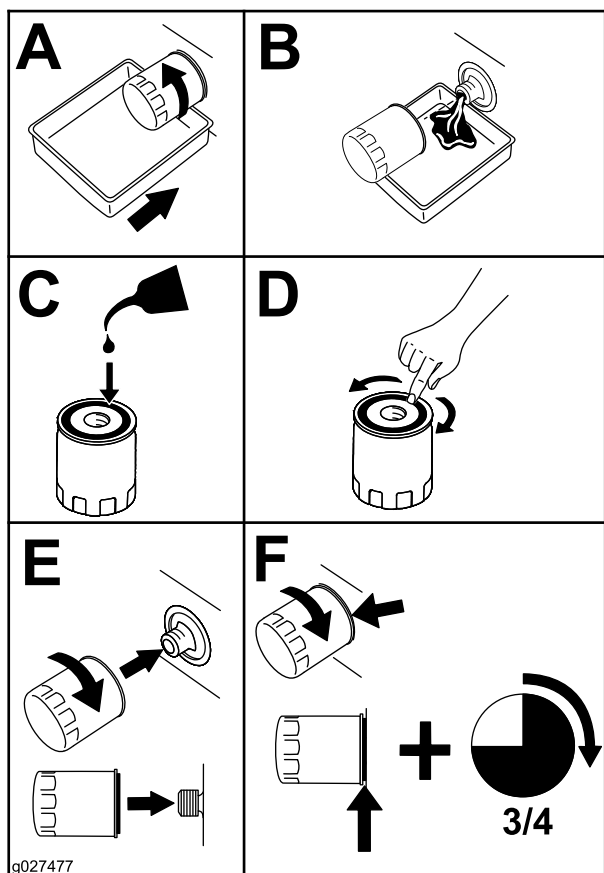

Figura 62
2. Remplacez le filtre à huile moteur (Figura 62).